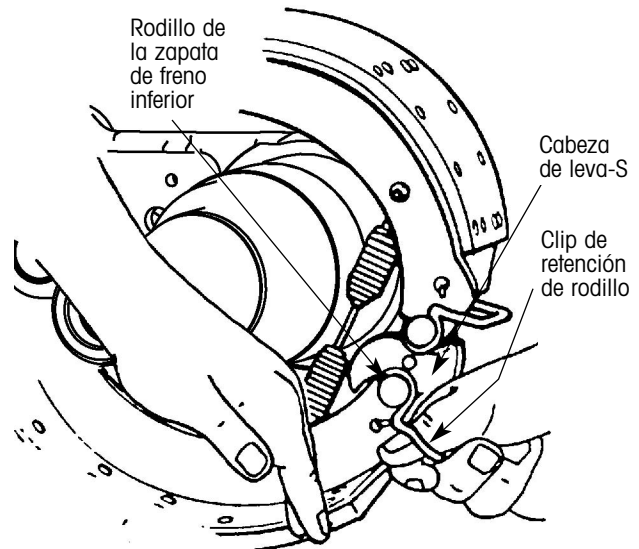

Figura 1. Removiendo el rodillo y clip de retención de rodillo de la zapata de frenos inferior
1. Empuje hacia abajo en la zapata de freno inferior y remueva el rodillo y clip de retención de rodillo de la zapata de freno inferior (figura 1).
IMPORTANTE: Las zapatas de freno deben de estar completamente retraídas para remover el rodillo y clip inferiores. Cuando las zapatas de frenos estén completamente retraídas, los rodillos de las zapatas de freno descansarán en el valle de la cabeza de la leva-S como se muestra en la figura 1. Para retraer la zapata de freno, siga el procedimiento descrito en la sección RETRACCION DE LA ZAPATA DE FRENO O EL BRAZO(S) DE CONTROL DE LA MATRACA en la página 57.